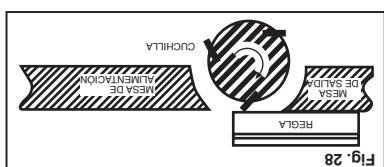

Fig. 28
4. Coloque el cabezal de corte como se muestra en la Fig. 28.